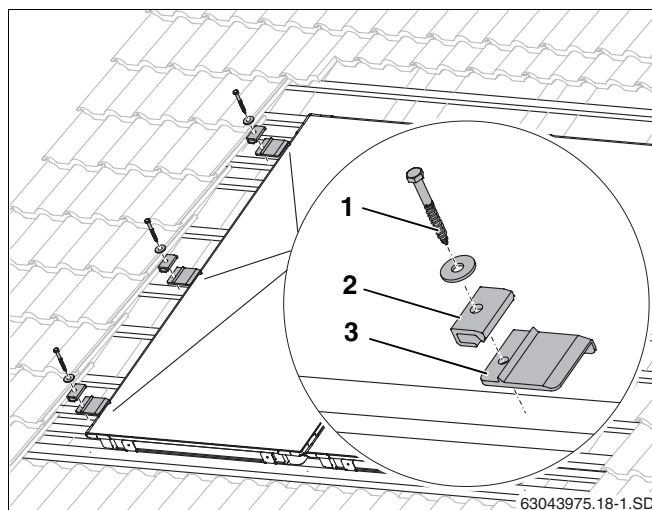

Fig. 29 Montagem do grampo de fixação à esquerda
- ▶ Levantar ligeiramente o colector esquerdo e empurrar as placas de calço esquerdas (fig. 29, **item 3**) nas 2ª e 3ª ripas adicionais, bem como no centro do colector sobre uma ripa existente, para baixo do colector, até que a elevação bata contra o bordo do colector em baixo.
- ▶ Para o parafuso (fig. 29, **item 1**) é necessário efectuar um furo prévio com uma broca de 4 mm.
- ▶ Fixar os grampos de fixação unilaterais (fig. 29, **item 2**) com parafuso 6 x 40 (fig. 29, **item 1**) e anilha (utilizar uma chave SW 10).